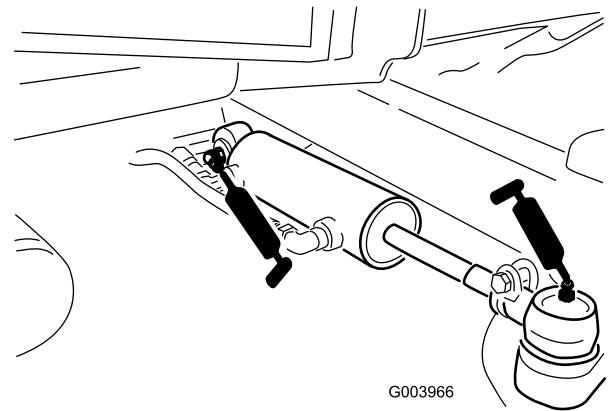

図 59
- ・ ステアリングシリンダのボールジョイント (2ヶ所) (図 59)